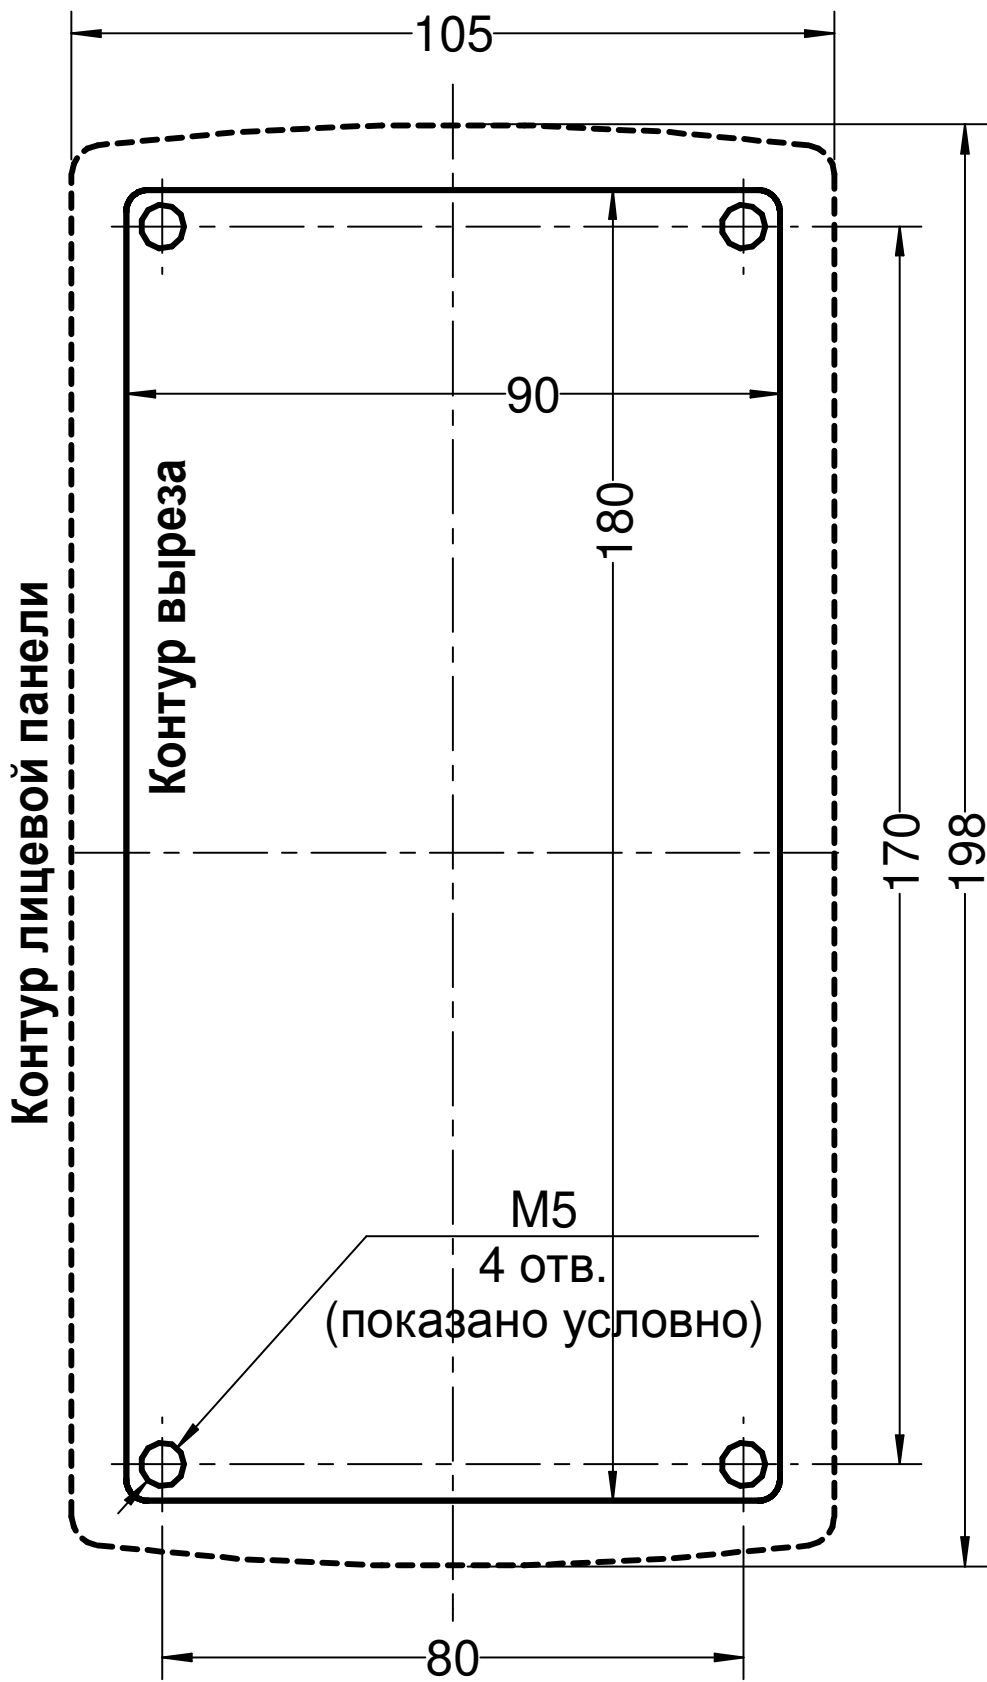

Рис. 1. Разметка под установку блока вызова.
- 2. Подготовьте нишу для установки блока вызова (рис.1).**